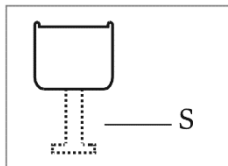

Fig. 13
- Assicurarsi che le porte dell'elettrodomestico si aprano, si chiudano e sigillino correttamente. Al termine, e se si è soddisfatti dell'inserimento dell'elettrodomestico nel mobile, piegare e fare scattare le parti dei distanziatori bianchi contrassegnati con la lettera 'S', come mostrato dal contorno tratteggiato nella Fig. 13. Lasciare il resto della copertura del distanziatore in posizione sopra le piastre metalliche.